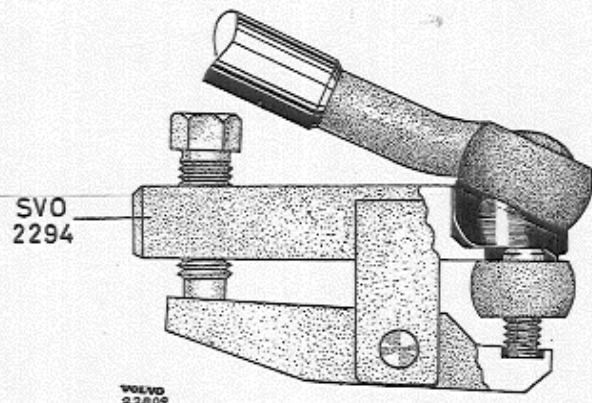

Fig. 6-17. Demontage van de stuurstang
3. Maak de stuurstangen van de stuurarmen los met gereedschap SVO 2294 overeenkomstig Fig. 6-17.
3. Verwijder de stuurstang van de stuurarm met SVO 2294, zie Fig. 6-17.
- Krik de wagen onder de voorste kriksteun op. Verwijder het wiel. Maak de verbinding van de stuurstang met de stuurarm los met SVO 2294, zie Fig. 6-17, en maak de remslangen van de stabilisatorbout los.
4. Maak de stuurstang van de stuurarm los met SVO 2294, zie Fig. 6-17. Maak de klem voor de remslangen los. Verwijder de bout van de stabilisator.